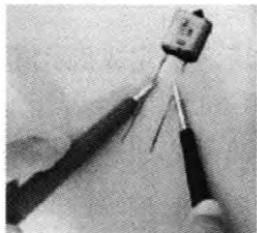

图 4-19 检测电容器
(3) 将两表笔跨接在电容两端进行检测，如图 4-19 所示。